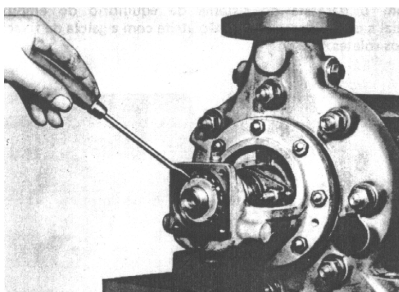

Fig. 15
- Dar o aperto final da Porca de Fixação do Rolamento até que uma das lingüetas da Chapa de Segurança coincida com um dos rasgos da Porca de Fixação do Rolamento. Fazer o travamento utilizando uma chave de fenda (Vide fig. 15).